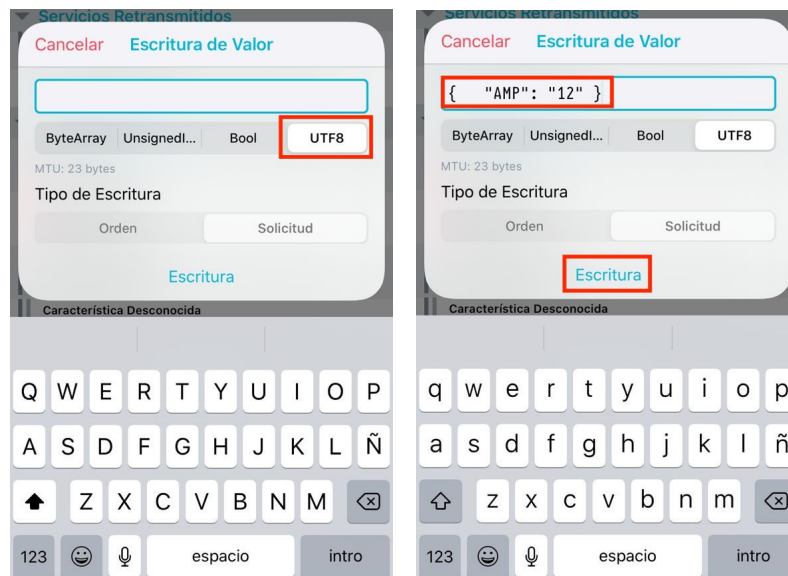

Figura 15. Pasos a seguir para el envío del JSON de configuración.
4. Seleccione UTF8 en la casilla que se puede ver en la Figura 15.